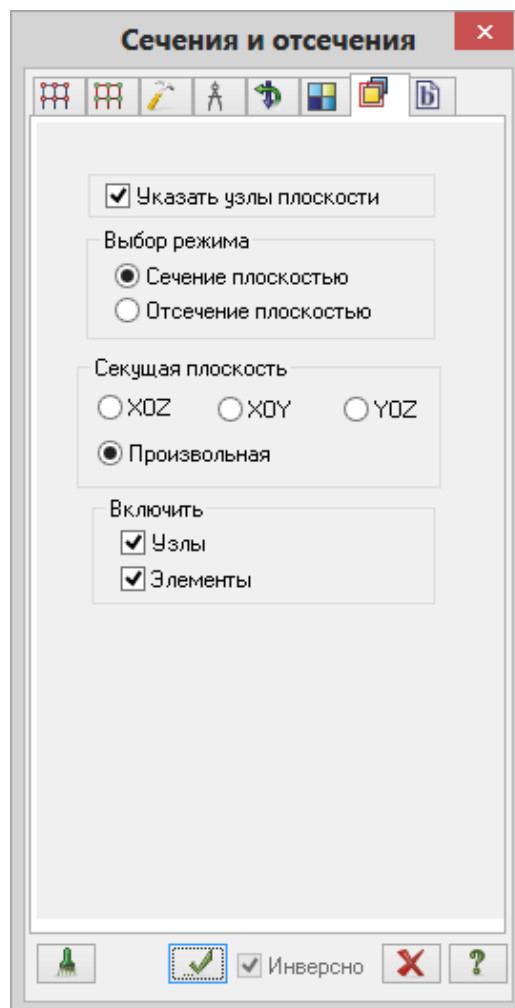

Рис.5.14. Диалоговое окно **Сечения и отсечения**
- В этом окне перейдите на предпоследнюю закладку **Сечения и отсечения** и для выбора секущей плоскости включите радио-кнопку **Произвольная** (рис.5.14).